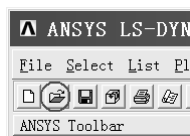

图 5-40 “OPEN ANSYS File”按钮
(3) 单击“14.0: ANSYS Mechanical APDL Product Launcher [Profile:\*\*\*La...”窗口中“License:”方框后的倒立三角形图标,选中“ANSYS LS-DYNA”。
(4) 在“14.0: ANSYS Mechanical APDL Product Launcher [Profile:\*\*\*La...”窗口中的“Working Directory:”方框内找出“D:\Ch5\solid plate and tube”目录。
(5) 在“14.0: ANSYS Mechanical APDL Product Launcher [Profile:\*\*\*La...”窗口中的“Job Name:”方框内找出“D:\Ch5\solid plate and tube”目录中的“solid plate and tube.db”文件。
(6) 单击“14.0: ANSYS Mechanical APDL Product Launcher [Profile:\*\*\*La...”窗口中的“Run”按钮,弹出 ANSYS LS-DYNA 操作界面。
(7) 单击 ANSYS LS-DYNA 操作界面左上角的“OPEN ANSYS File”按钮(见图 5-40),